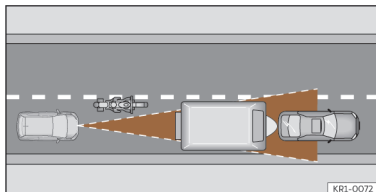

Fig. 141 Motociclo que circula à frente, fora do raio de alcance do sensor de radar.
- Veículos que circulem desalinhados ou fora da zona de detecção do sensor, por exemplo, motocicletas >>> **Fig. 141.**